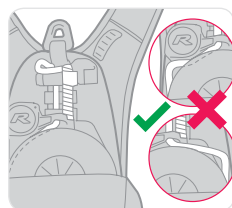

Figura 6
- Verifique se a linha de descida apresenta alguma folga entre o tambor e o suporte (consulte a Figura 6). Se a linha exibir algum sinal de folga, o Latchways PRD deve ser retirado de serviço e consulte a Latchways ou um agente autorizados.